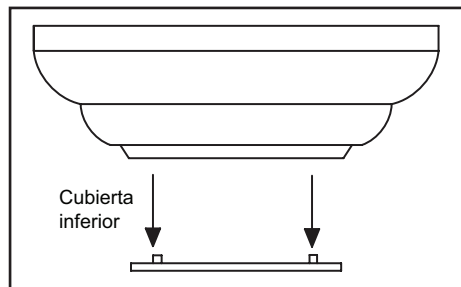

Figura 7
4. Alinea los orificios en la parte inferior del tubo bajante con los orificios en el collarín de la parte superior de la carcasa de motor (Figura 7). Inserta con cuidado el perno a través de los orificios del collarín y del tubo bajante. Ten cuidado de
2. Retira la cubierta inferior decorativa de la cubierta oprimiendo los tres pernos (Figura 7).